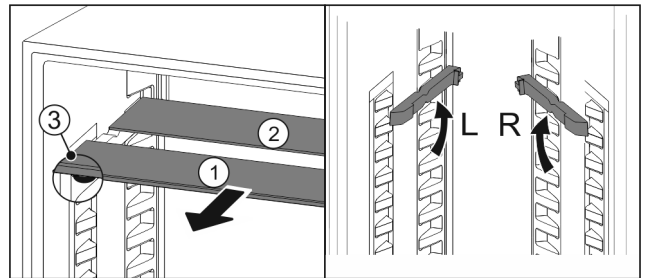

Fig. 25
- ▶ Издърпайте Fig. 25 (1) поотделно стъклените плочи напред.
- ▷ Стъклената плоча Fig. 25 (1) с декоративната лайсна е отпред.
- ▷ Ограничителите Fig. 25 (3) сочат надолу.